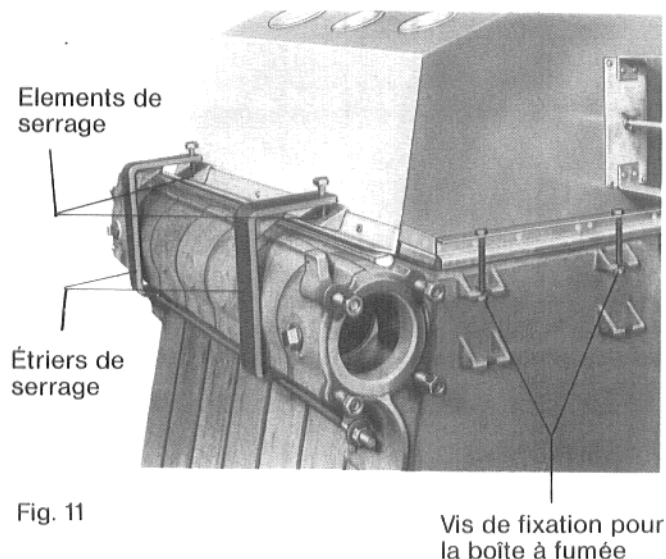

Fig. 11
**Appliquer la boîte à fumée contre la face arrière** (voir la flèche), et bloquer les vis (Fig. 11).
Insérer les éléments de serrage (Fig. 11).
Bien serrer les étriers de serrage (Fig. 11).